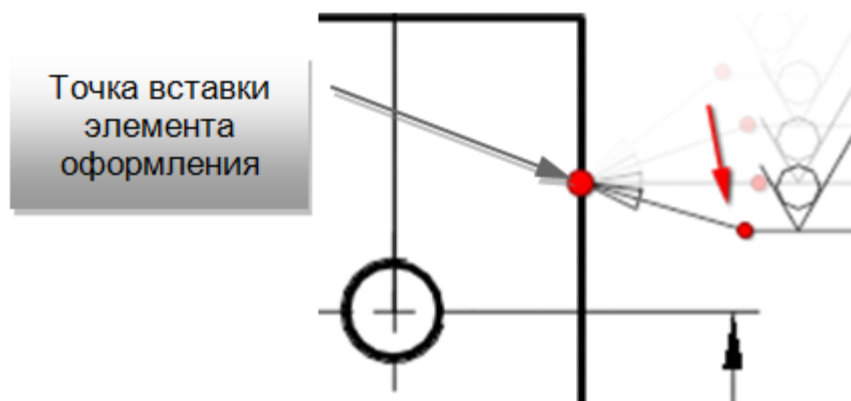

Рисунок 7-4
2. Перемещая указатель с помощью мыши выбрать необходимое расположение обозначения элемента оформления (Рисунок 7-4).